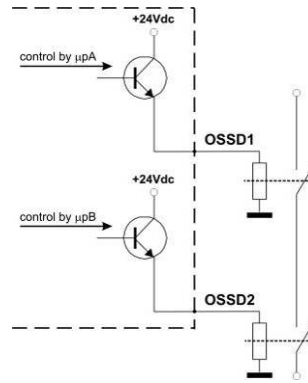

Fig. 15
- Les contacts de sécurité OSSD1 et OSSD2 ne peuvent être reliés en série ou en parallèle, ils peuvent être utilisés tous les deux un par un (voir Fig.15). Si une de ses configurations est incorrectement utilisé, la barrière signale une anomalie de sortie, la barrière signale une anomalie sorties (*voir chapitre 7 "Diagnostic"*).